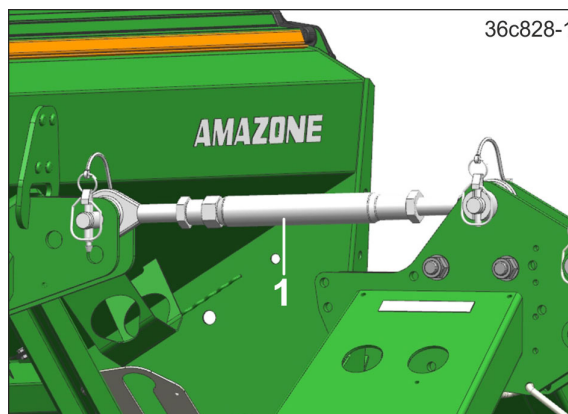

Рис. 102
11. Снимите верхнюю тягу (Рис. 102/1).